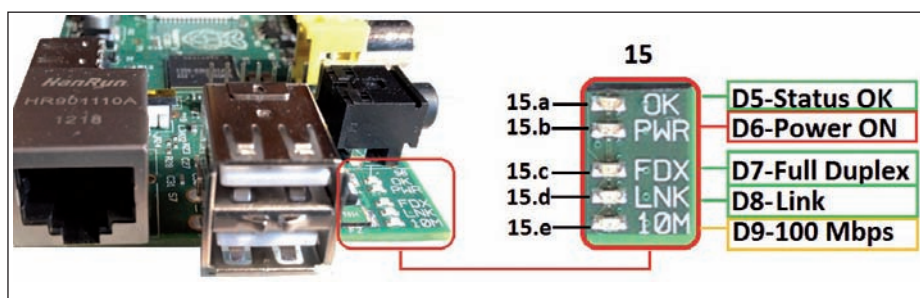

Figura 3: LED di stato del Raspberry Pi D5, D6, D7, D8, D9 (vedi anche tabella 4).
- USB (una sola porta USB, ampliata a due sulla board raspberry attraverso un hub integrato on-board realizzato grazie al chip LAN 9512 e portate sul connettore USB a due livelli S7, visibile in figura 3);
La scheda dispone di cinque led di stato sul lato del connettore USB (si veda **tabella 4** unitamente a **figura 3**); i primi due (Power ON e Status OK) indicano, rispettivamente, la presenza dell'alimentazione e la presenza della scheda SD nel suo slot, gli altri tre indicano invece lo stato della rete (Link, Full Duplex e 100 Mbps). Una piccola nota: il modello A del Raspberry Pi potrebbe apparire fortemente penalizzato dalla mancanza di una porta Ethernet. Questo è vero solo in parte essendo sempre possibile utilizzare un'antenna Wi-Fi tramite la porta USB per navigare senza fili.
Tabella 4: LED di stato (D5...D9). Vedi Figura 3 per dettagli.